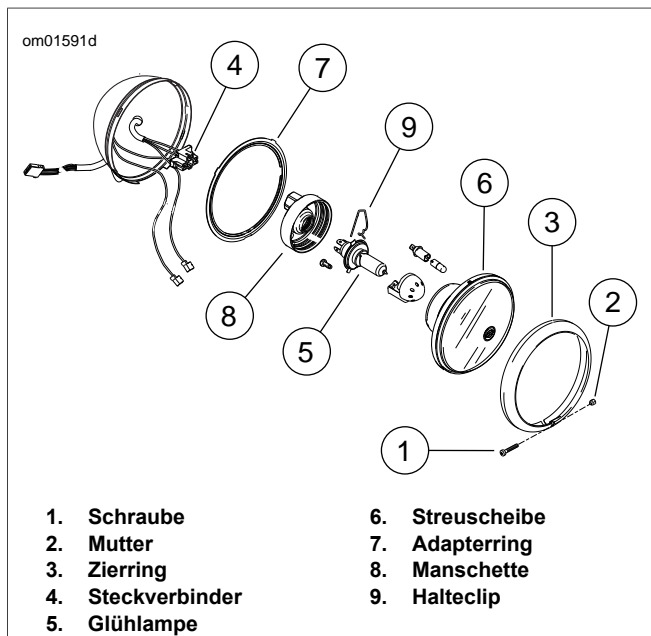

Abbildung 49. Scheinwerfer: XL 883L/N/R, XL 1200X
- a. **XL 883L/N/R, XL 1200X:** Siehe Abbildung 49. Die Schraube (1), Mutter (2) und den Scheinwerfer-Zierring (3) entfernen.